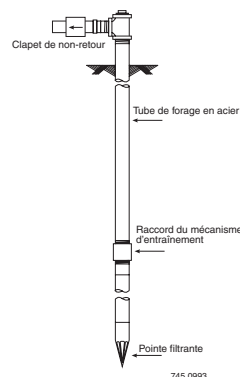

FIGURE 2 – INSTALLATION D'UN Puits à Pointe Filtrante
1. Raccordez le tuyau d'aspiration à la pointe filtrante (figure 2). Gardez le tuyau horizontal aussi court que possible. Utilisez du ruban d'étanchéité pour filetage de tuyau en PTFE sur le filetage extérieur. Il peut être nécessaire d'utiliser plusieurs pointes filtrantes pour obtenir un débit d'eau suffisant pour le pompage.
2. Pour aider l'amorçage dans les installations de pointes filtrantes, installez le clapet de non-retour comme illustré à la figure 2. Assurez-vous que la flèche du clapet de non-retour indiquant le sens de l'écoulement pointe vers la pompe.